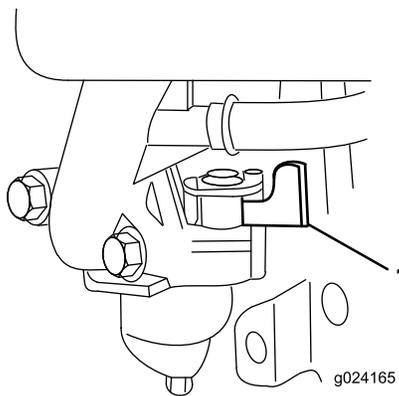

Figura 16
2. Abra la válvula de combustible moviendo la palanca de la válvula de combustible a la derecha (Figura 16).
Nota: Cierre la válvula de combustible moviendo la palanca de la válvula de combustible (Figura 16) a la **izquierda** a menos que vaya a volver a arrancar el motor en breve.